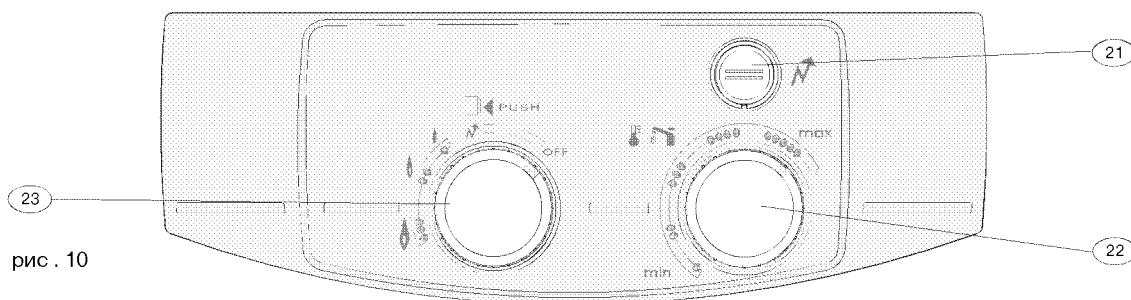

рис. 10
- Выньте рукоятки регулировки (23) подачи газа и регулятора температуры (22) (рис. 10), потянув их на себя
Переведите кнопку-регулятор подачи газа (23) в положение "N" (рис. 10).
горелка. В этом случае удерживая кнопку-регулятор подачи газа (23) нажмите несколько раз на кнопку (21) до тех пор пока не включится запальная газовая горелка. После того как включится запальная газовая горелка продолжайте удерживать кнопку-регулятор подачи газа (23) в положении "N" еще несколько секунд чтобы запустить систему безопасности а затем переведите регулятор "23" в положение между отметками "0" и "0" (рис. 10).